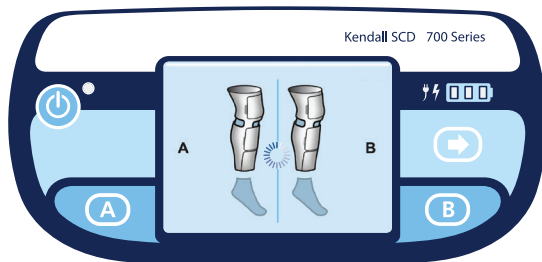

図 3
- ・血液再充満検知機能が実行されている間は、回転しているリングがディスプレイ画面中央に表示されます(図3)。このリングは血液再充満を検知していることを示すのみであり、検知中はユーザによる操作は必要ありません。